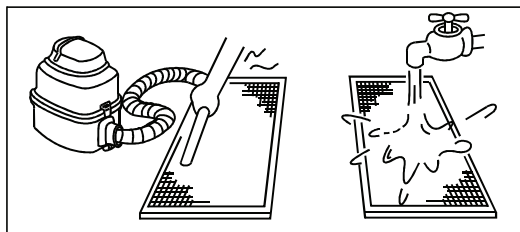

FIGURA 6: Limpiar del filtro de aire
1. Desmonte los dos tornillos marcados con A y B, retire la tapa del filtro de aire, véase la figura 6.